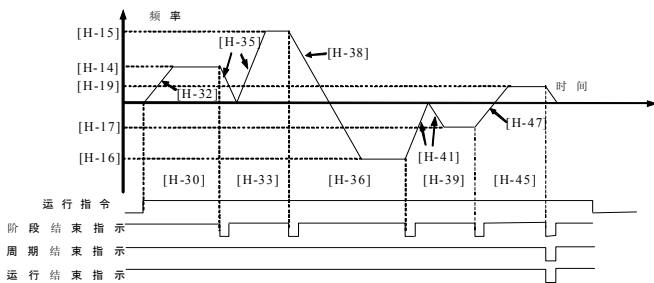

图 5-31 单循环停机模式（方式 5）
**\*5：单循环停机模式。**变频器运行完每一段速度后，先减速到零频率，再从零频率加速到下一段频率运行，其它动作同方式 1。单循环停机模式如图 5-31 所示。